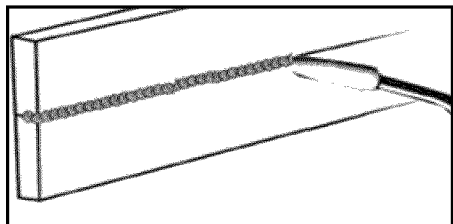

Fig. 10b
- POSICIÓN HORIZONTAL: es muy parecida a la posición plana, excepto que el ángulo B (vea «CÓMO SOSTENER EL SOPLETE») es tal que el alambre se dirige más hacia el metal sobre la unión de soldadura. Esto ayuda a impedir que el baño de fusión corra hacia abajo, al tiempo que permite una velocidad de recorrido suficientemente lenta. Un buen punto de partida para el ángulo B es de unos 30 grados HACIA ABAJO a partir de estar perpendicular a la pieza de trabajo. (Fig. 10b)